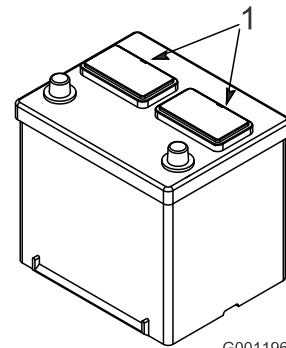

Bild 17
- Reinigen Sie die Oberseite der Batterie und nehmen Sie die Entlüftungsdeckel ab (Bild 17).